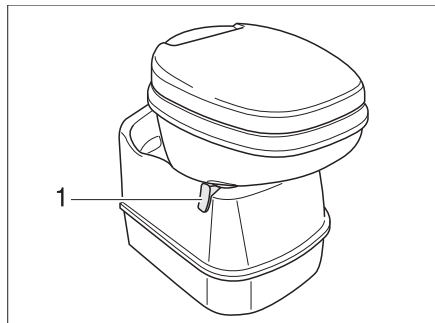

Bild 139 Thetford-Toilettenschüssel, schwenkbar
- Vor dem Spülen den Schieber der Thetford-Toilette öffnen. Dazu den Schieberhebel (Bild 139,1) entgegen dem Uhrzeigersinn schieben.
- Den Schieberhebel (Bild 139,1) im Uhrzeigersinn drehen. Der Schieber wird geschlossen. Zum Entleeren **muss** in der Thetford-Toilette der Schieber geschlossen sein.